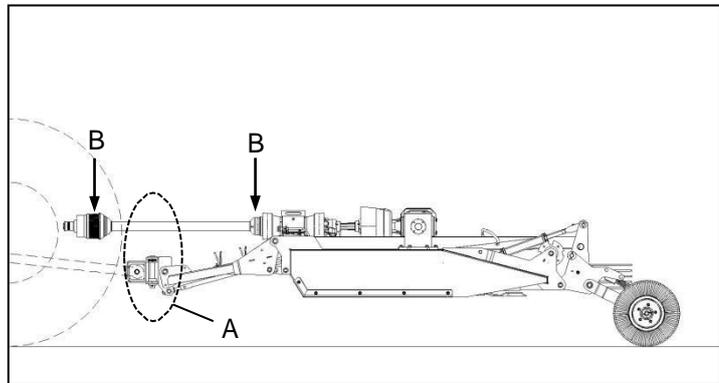

Fig. 4 (F60-350VT)
- ✓ On the F60-350VT model, specific checks should be conducted at the point of maximum articulation of the PTO driveshaft, i.e., while turning and lifted to its highest position (Fig. 4-A/B).
- ✓ Op die F60-350VT model moet spesifieke kontroles uitgevoer word by die maksimum-artikulasie-punt van die kragtakkeras, d.w.s. wanneer daar gedraai en dit tot sy hoogste posisie opgelig word (Fig. 4-A/B).